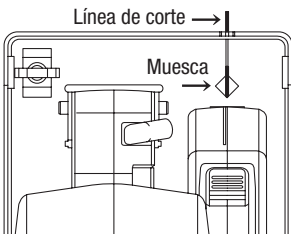

Figura 4. Alineación con la línea de corte
2. Alinee la línea de mira en la zapata con su línea de corte (Figura 4).